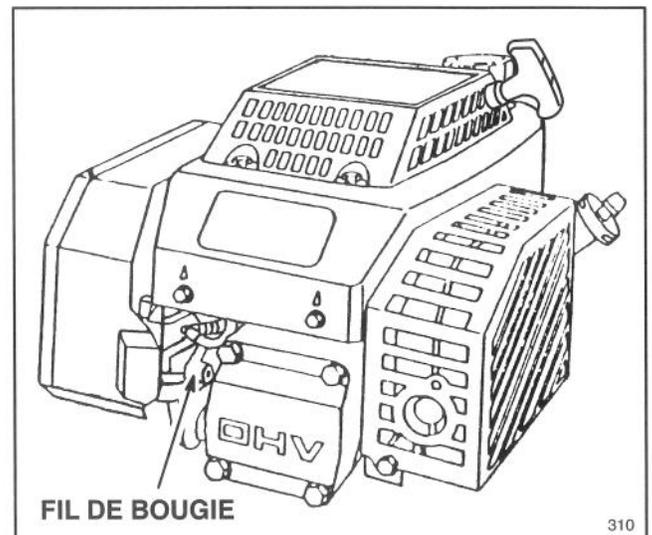

Figure 18
1. Arrêter le moteur et débrancher le fil de bougies (Fig. 18). Sur les modèles à démarreur électrique, retirer la clé de contact.
1. Arrêtez le moteur et débranchez le fil de bougies (Fig. 18). Sur les modèles à démarreur électrique, retirez la clé de contact.
1. Arrêter le moteur et débrancher le fil de bougis (Fig. 18). Sur les modèles à démarreur électrique, retirer la clé de contact.